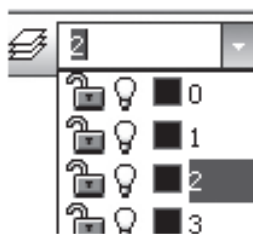

Рис. 119
10. Сделать активным второй слой (*Оси*) (рис. 119).